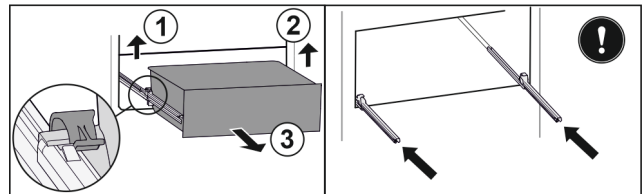

Fig. 106
- ▶ Приподнимите левый зажим и одновременно вытяните движением вперед выдвижной ящик слева. Fig. 106 (1)
- ▶ Приподнимите правый зажим и одновременно вытяните движением вперед выдвижной ящик справа. Fig. 106 (2)
- ▶ Извлеките выдвижной ящик движением вперед. Fig. 106 (3)